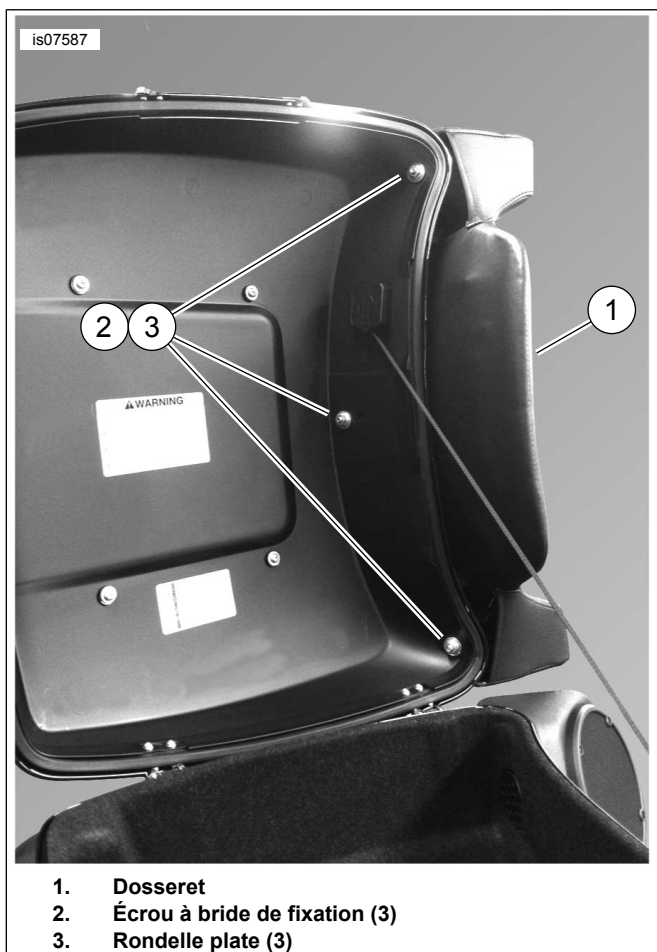

Figure 1. Dossieret monté sur couvercle du Tour-Pak King
1. Consultez Figure 1. Aligned les trois montants du dossieret (1) sur les trous du couvercle du Tour-Pak. Serrez à la main les écrous à bride de fixation (2) et les rondelles plates (3) du kit.